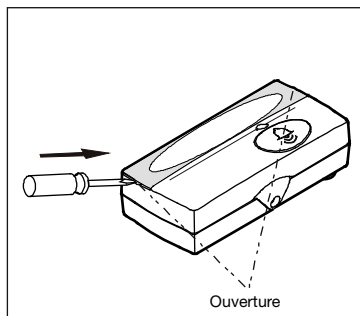

Fig. 7
6. Après la pose du bouton d'appel, il est possible d'ôter le cache en plastique transparent de la partie supérieure et d'inscrire le nom ou le numéro souhaité, ou autres, sur l'étiquette. Repositionner l'étiquette et le cache de protection. Fig. 7 et 8.